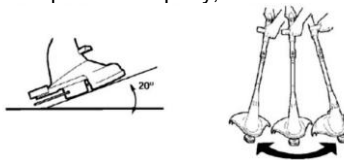

Рис.10
3. Работая с триммером, держите его под углом 20 градусов относительно земли (см.рис.10) и двигайте им из стороны в сторону, как показано на рисунке.